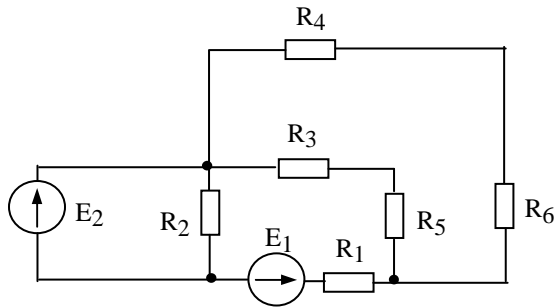

Рис.1.4.13
1.4.13. В заданной цепи (рисунок 1.4.13) определить токи в ветвях, составить баланс мощностей. Параметры элементов цепи: $E_1=20$ В, $E_2=100$ В, $R_1=10$ Ом, $R_2=25$ Ом, $R_3=12$ Ом, $R_4=5$ Ом, $R_5=8$ Ом, $R_6=15$ Ом.